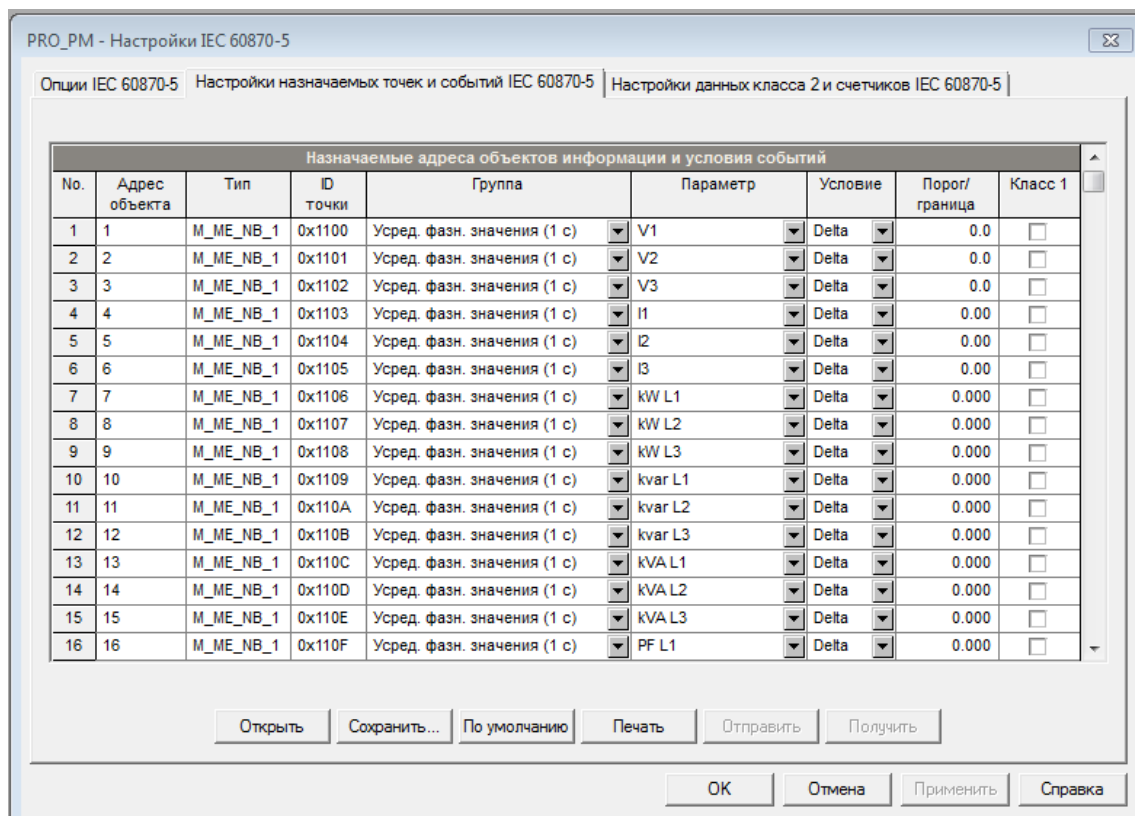

Рисунок 117 – Настройки назначаемых точек и событий МЭК 60870-5
1. Выберите на панели меню ПО PAS «Настройки» – «Настройки IEC 60870-5», в открывшемся окне перейдите на вкладку «Настройки назначаемых точек и событий IEC 60870-5» (рисунок 117).